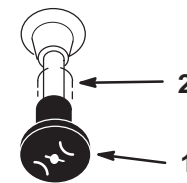

Figure 16
4. Placez la manette de starter en position *En service* pour démarrer à froid (Fig. 16).
7. Lorsque le moteur a démarré, amenez progressivement la manette de starter en position *hors service* (Fig. 16). Si le moteur cale ou hésite, ramenez la manette de starter à la position *en service* pendant quelques secondes. Réglez ensuite le levier d'accélérateur à la position voulue. Répétez l'opération si nécessaire.